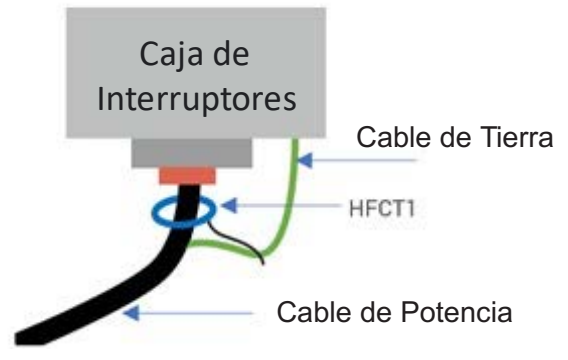

Figura 4
2. Monitoreo el conductor de línea sin la toma de tierra (Figura 4) o,